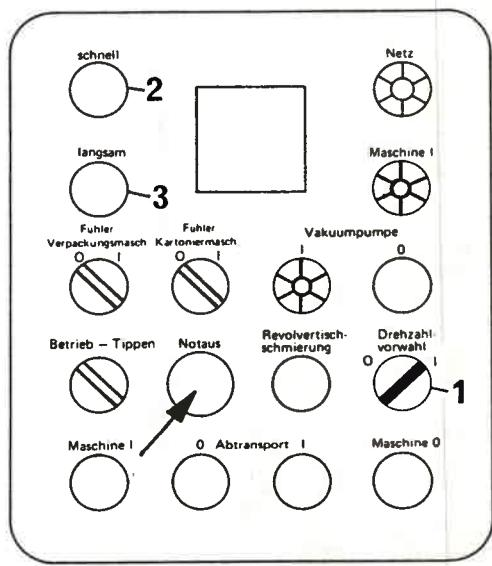

Bild 148
10. Wahlschalter „Drehzahlvorwahl“ (Bild 148/1) auf „1“ schalten und durch Betätigung des Tasters „schnell“ (Bild 148/2) Maschine bis zur max. Drehzahl hochfahren. Bei Komplikationen sofort „Notaus“ (Bild 148/Pfeil) betätigen.
11. Durch Betätigung des Tasters „langsam“ (Bild 148/3) Maschine auf die gewünschte Drehzahl herunterfahren.